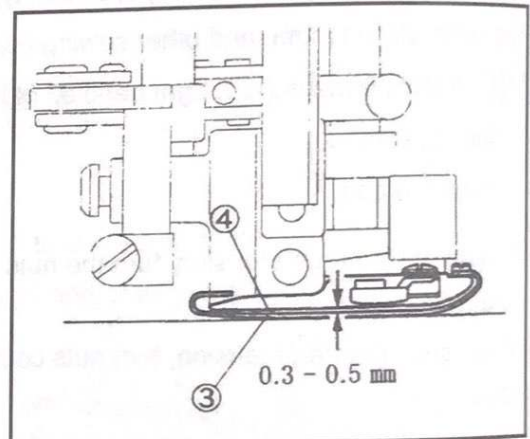

Fig.26
(3) 在壓腳④和壓腳彈片③之間調整出 0.3-0.5mm 的間隙。(Fig.26)
(4) 把螺母①鎖回去。